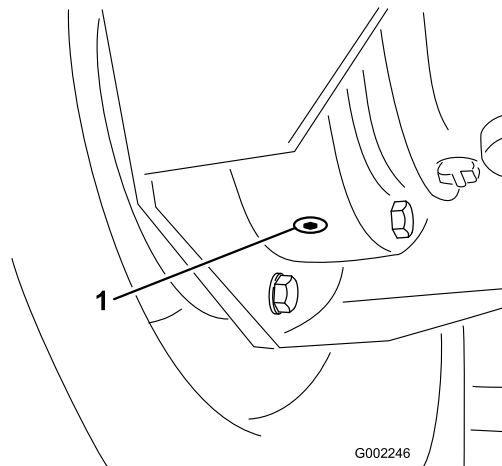

Figura 62
4. Mettete una bacinella sotto il tappo di spurgo interno e toglietelo (Figura 62).